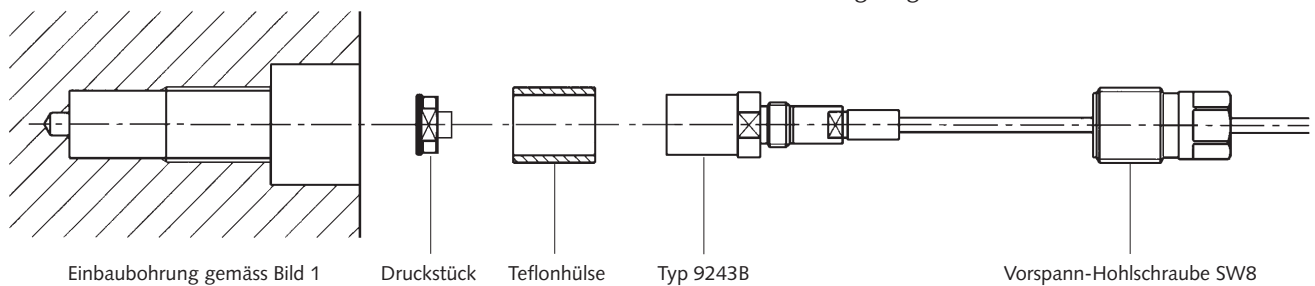

Bild 5: Masseisolierter Einbau des Längsmessdübels Typ 9243B mit Masseisoliations-Montageset Typ 9487A
- Einbau und vorsichtiges Vorspannen des Sensors mit Hilfe der im Montageset Typ 9487A enthaltenen, speziell beschichteten Vorspann-Hohlschraube M10x1 mit SW8 mit einem geeigneten Sechskant-Steckschlüssel (z.B. Typ 1385B200) auf den vorgeschriebenen Wert von 40.000 pC (≈ 16 kN) gemäss Bild 5.